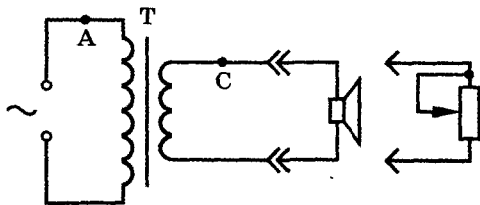

Рис. 76
3. Мультиметр переведите в режим амперметра переменного тока с пределом измерения «10 А» и включите прибор в разрыв вторичной цепи в точке С (см. рис. 76).